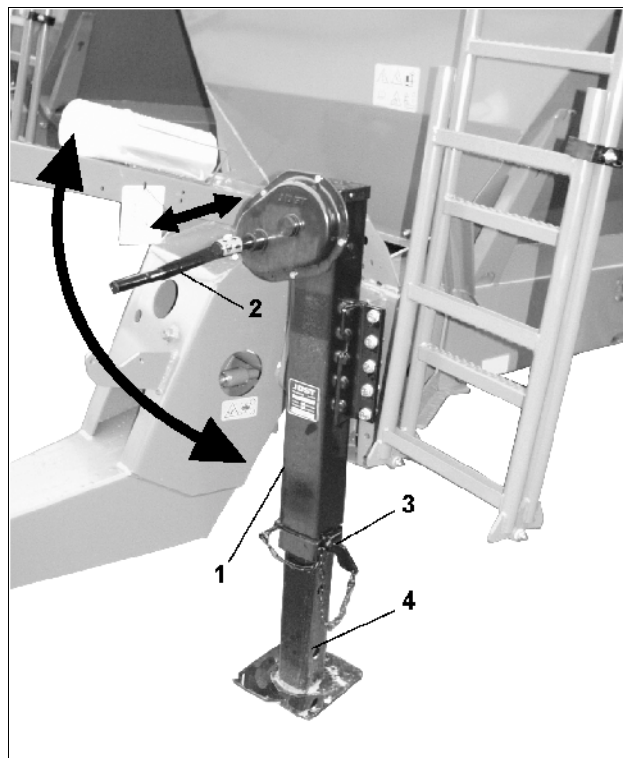

Fig. 22
- Extraire la goupille (Fig. 22 /4) de l'orifice inférieur.
- Descendre la béquille (Fig. 22 /1).